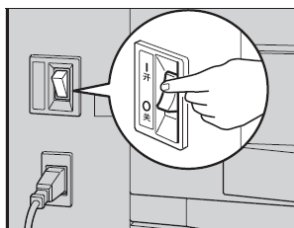
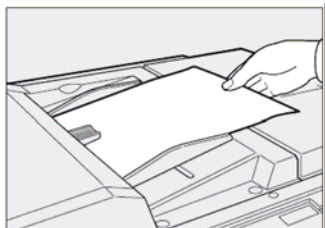
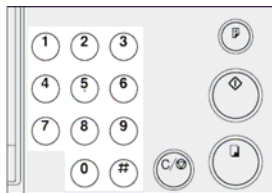

图 5-13 打开主开关
图 5-14 将原稿正面朝下放入送稿器
图 5-15 数字键
⑥ 打开主开关，如图 5-13 所示。
(2) 标准印刷
① 将原稿正面朝下放入送稿器中，如图 5-14 所示。调整原稿侧导向板使之与原稿尺寸相匹配，并按【制版】键。注意，一次只能放置一张原稿。
② 按【试印】键并检查试印件上的图像浓度和图像位置。如果图像位置不正确，可按【图像位置】键进行调整；如果图像浓度偏深或偏浅，可按【图像浓度】键调整图像浓度。
③ 用数字键输入所需的印刷数量，数字键如图 5-15 所示，若要更改已输入的数字，请按【清除/停止】键，然后输入新数字。